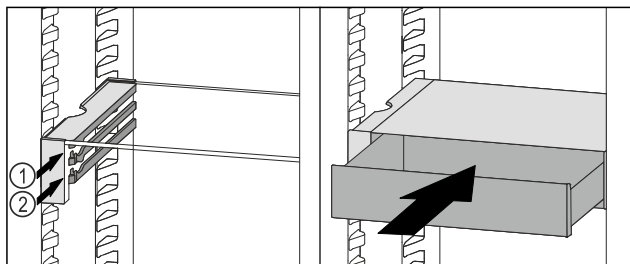

Fig. 119
- ▶ Поставете чекмеджето на VarioSafe зад ограничителите върху желаното ребро Fig. 119 (1) или Fig. 119 (2).